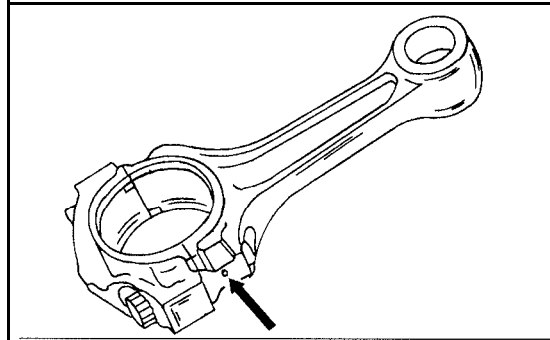

Bild 69
- Kolbenbolzen und Pleuelstangenbüchse auf Verschleiss oder Fressstellen kontrollieren. Falls nur eine Pleuelstange nicht mehr einwandfrei ist, kann diese getrennt erneuert werden. Die Pleuelstangen sind in zwei Gewichtskategorien hergestellt und sind mit einem oder zwei Kömerschlägen an der in Bild 69 gezeigten Stelle gezeichnet. Nur Pleuelstangen einer Gewichtskategorie dürfen in einen Motor eingebaut werden. Ehe die Pleuellagerschrauben wieder verwendet werden, misst man die Länge der Pleuelschrauben zwischen der Unterseite des Schraubenkopfes und dem Ende des Gewindes aus. Falls die Schrauben länger als 52,9 mm sind, müssen sie erneuert werden.